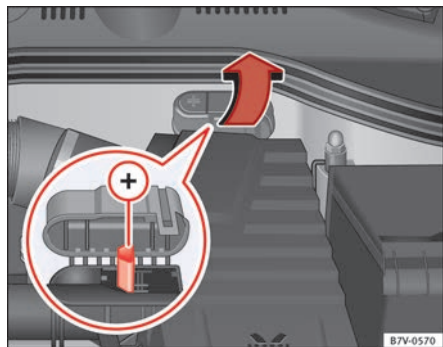

Fig. 215 No compartimento do motor: pólo positivo de ajuda no arranque (+).
- Seguidamente, abra a cobertura da bateria no compartimento do motor ⇒ Página 301, ou retire para o lado o protector do pólo positivo¹⁾, no sentido da seta ⇒ Fig. 215.
- Ligar uma extremidade do cabo auxiliar de arranque *vermelho* ao pólo positivo ⇒ Fig. 216 (+) ou ⇒ Fig. 215 (+) o veículo com a bateria descarregada (A) ⇒ Δ.
- Ligar a outra extremidade do cabo auxiliar de arranque *vermelho* ao terminal positivo (+) do veículo que fornece a corrente (B).